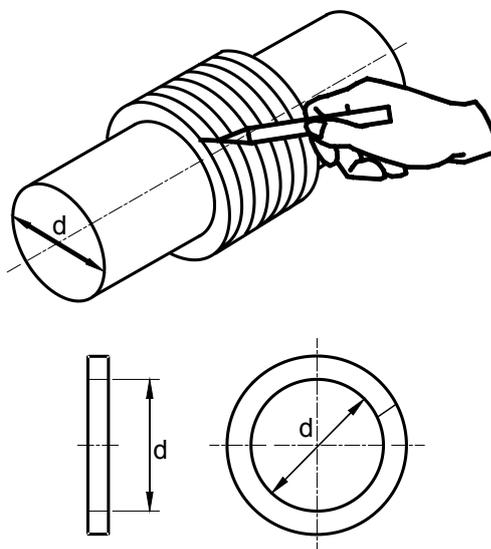

Fig. 13. Corte de anillos prensaestopa.
5. Corte los anillos de empaquetaduras de acuerdo al diámetro del eje a la vez que enrolla la trenza de empaque alrededor del eje de la bomba sin tensionarlo (Ver Fig. 13).
6. Coloque los anillos de empaque dentro de la caja prensaestopa. Use para empujar e introducir los empaques, la bocina prensaestopas (236). Teniendo en cuenta que las uniones de los extremos de los empaques (742) deben ir colocándose firmemente a 90° uno del otro. Instale sólo la cantidad necesaria de anillos de empaque para que la bocina prensaestopa quede ubicada exactamente sobre la perforación de ingreso de agua.